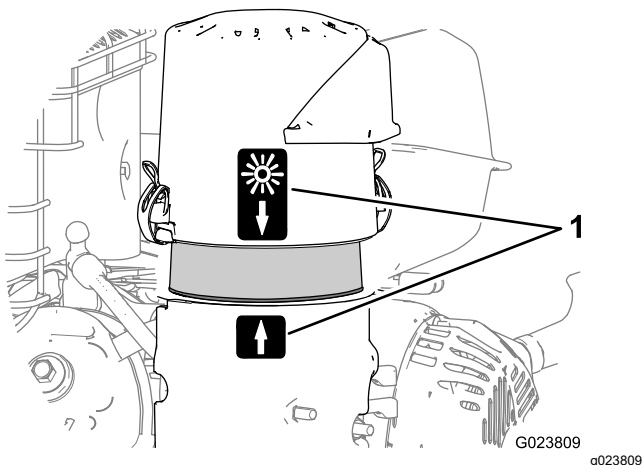

Figura 26
8. Alinee la pegatina de la flecha de la tapa del limpiador de aire con la pegatina de la flecha de la base (Figura 26).